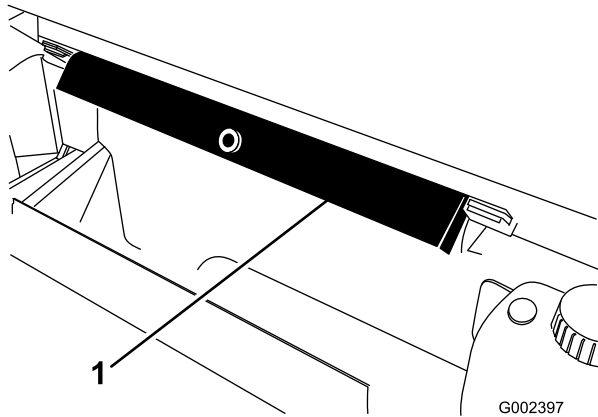

Рисунок 33
2. Выньте опору кузова из кронштейнов для хранения на задней стороне панели системы защиты в случае опрокидывания (Рисунок 33).